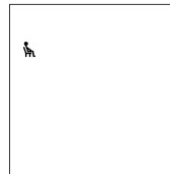

Fig. 6: Pantalla de inicio
- ⇒ El esfigmomanómetro se conecta automáticamente, hace una prueba de la pantalla y muestra la pantalla de inicio. (Véanse Fig. 5 y Fig. 6).
- ⇒ Se mostrará la pantalla de inicio (Fig. 6) en el dispositivo..
- ⇒ Se mostrará la pantalla de inicio en el dispositivo (Fig. 6).